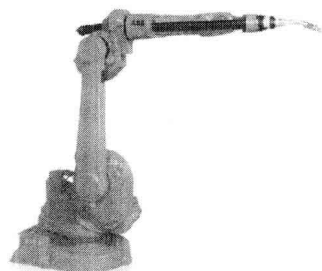

图 1-9
5. IRB 1600ID (领域: 弧焊) (图 1-9)